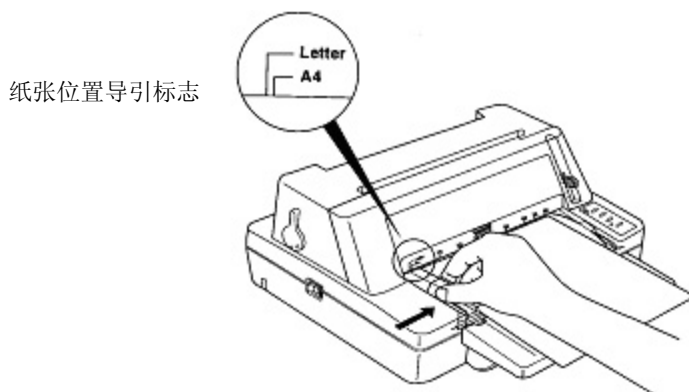

图 3-3 调整单页纸
- 根据打印机盖左边的标示控制单页纸调整位置，A4 和信纸的大约位置在机盖的左下边沿（如图 3-3 所示）。